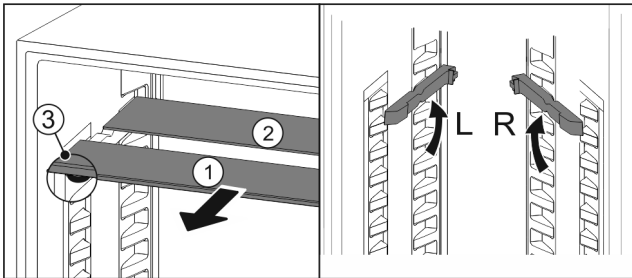

Fig. 81
- ▶ Glasplaten afzonderlijk vanaf de voorkant eruit trekken Fig. 81 (1).
- ▷ Glasplaat Fig. 81 (1) met sierlijst ligt voor.
- ▷ Stops Fig. 81 (3) zijn naar onder gericht. Apparaten met vriesvak:\*